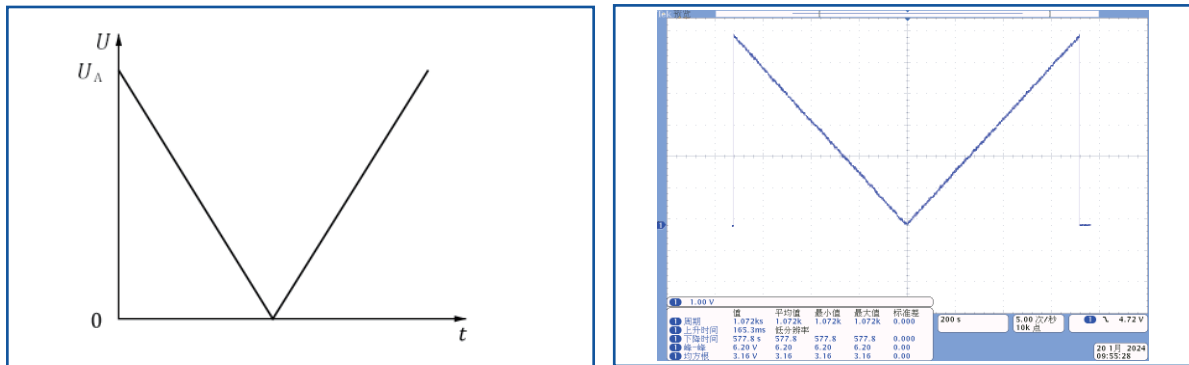

图6-电源电压缓慢下降和上升的测试曲线
■ 将电源电压从UA降低到0V，然后从0V增加到UA，如图6所示，施加（0.5±0.1）V/min的变化率，线性或不超过25mV的相等步长。